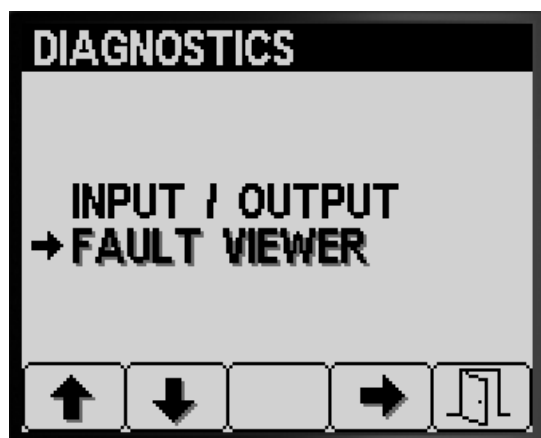

Figura 86
1. Pulse el botón 1 o el botón 2 en la pantalla Diagnostics (Diagnósticos) hasta que llegue a la opción FAULT VIEWER (visor de errores) (Figura 86).
2. Pulse el botón 3 para seleccionar la opción FAULT VIEWER (visor de errores) (Figura 86).